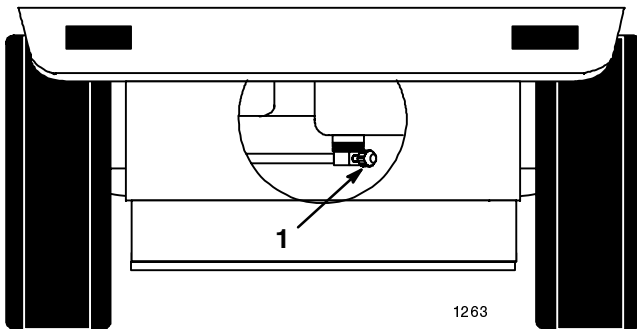

Bild 29
2. Öffnen Sie den Kraftstoffhahn unter dem Kraftstofftank (Bild 29).
- Öffnen Sie den Kraftstoffhahn unter dem Kraftstofftank (Bild 29).